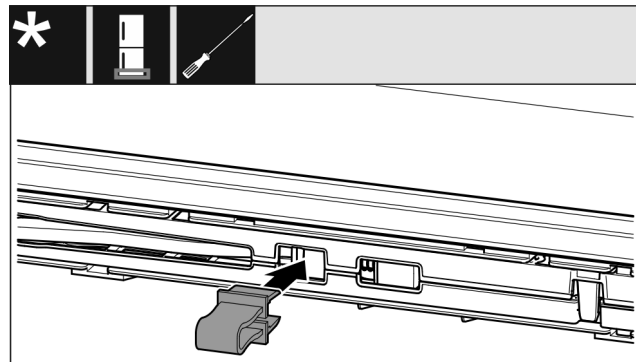

Fig. 18
- Pojistku nechte zapadnout do otvoru. (viz Fig. 18)